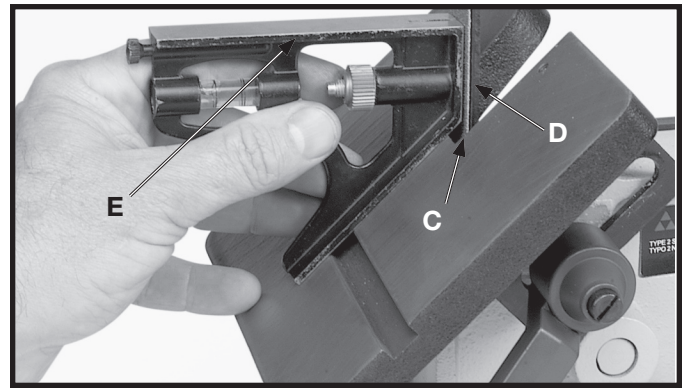

Fig. 27
Incliner la table à 45 degrés vers l'avant, comme indiqué à la fig. 27, en desserrant le levier de verrouillage (B). Utiliser une équerre combinée (E) pour vérifier l'angle de 45 degrés entre la table et la courroie puis serrer le levier de verrouillage (B).